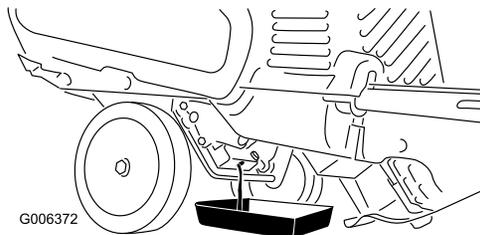

Figure 30
3. Placez un bac de vidange sous le bouchon de vidange et retirez le bouchon ; basculez la machine en arrière et vidangez l'huile usagée dans le bac de vidange (Figure 30).